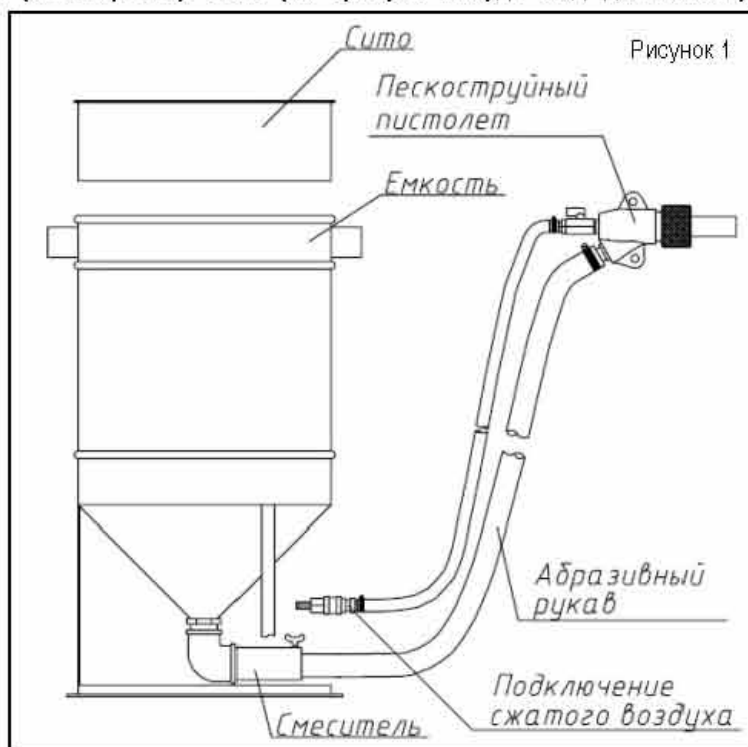

Рисунок 1
1.3.1.1. Основные узлы установки И-30-С показаны на рис. 1.